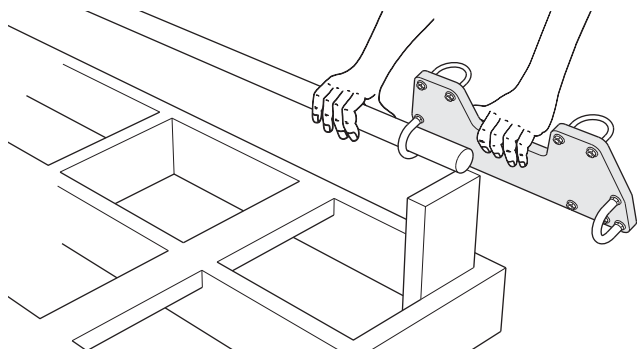

Figure 13 : Mise en place d'un support couissant sur un rail
2. Enfiler un support couissant par l'extrémité libre du rail, comme l'illustre la figure 13.